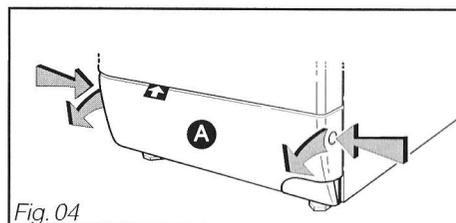

Fig. 04
– Ouvrez en appuyant simultanément sur les bossages se trouvant de part et d'autre de la plinthe **A** tout en tirant cette dernière vers vous (Fig. 04).
– Enlevez la plinthe (cf Fig. 04, pages précédentes).